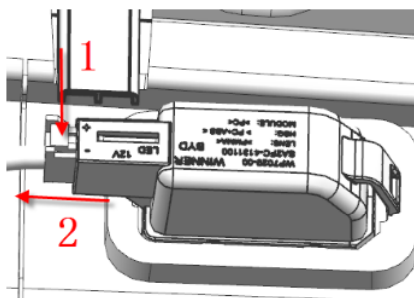

图9-1-10 门灯接插件拆卸示意图
e. 拆卸左门灯接插件：如图9-1-10，用力沿箭头1方向压住卡脚，再沿箭头2方向拔出线束接插头。（如图9-1-5位置6处）